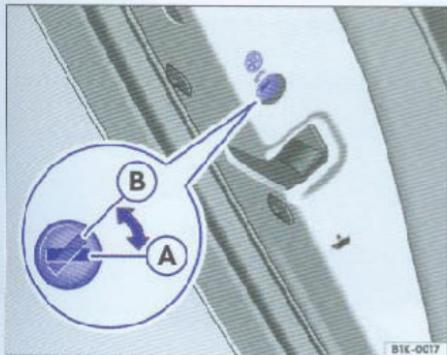
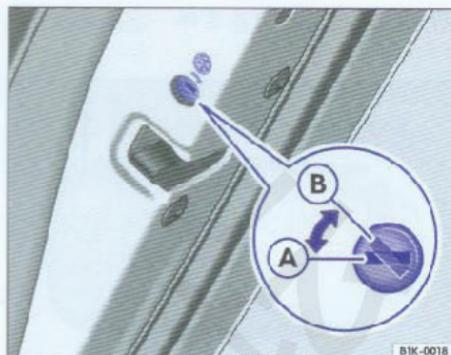

图19 左后车门儿童安全锁：A—关闭，B—开启
图20 右后车门儿童安全锁：A—关闭，B—开启
- 将钥匙插入上图所示的槽内，拧至图示位置(B)→图19, 图20。